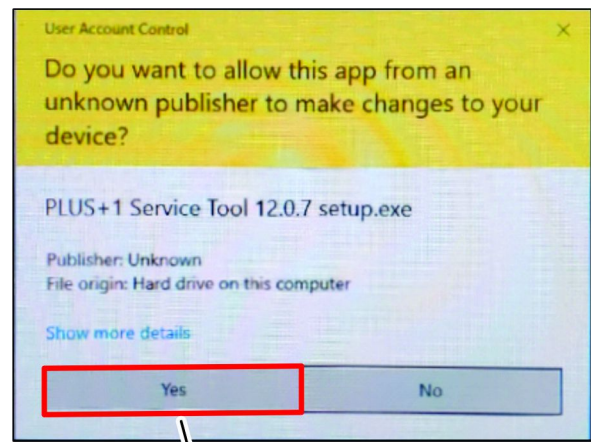

図 17
2. ユーザーアカウント制御ダイアログ ボックスが表示された場合は、はいボタン (図 17) をクリックする。